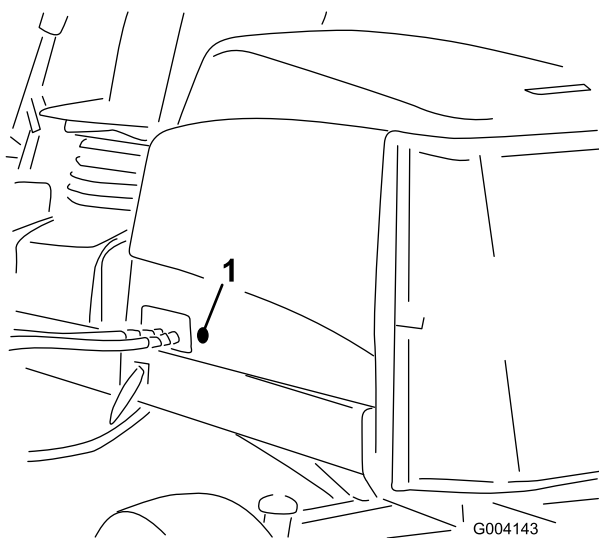

Figura 33
2. Scoateți garnitura din cauciuc din orificiul din partea stângă a capotei (Figura 33).